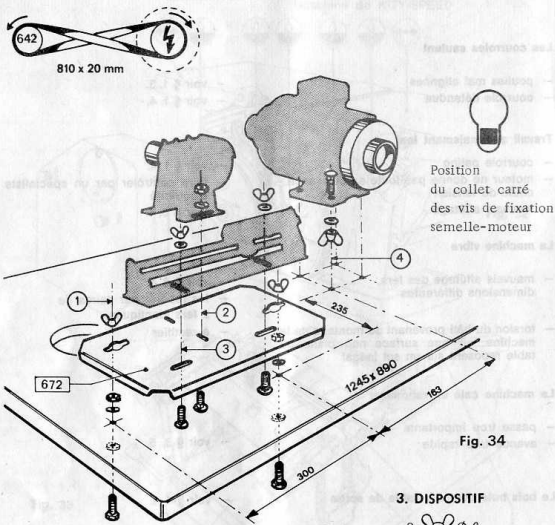

Fig. 34
6.1. Montage de la machine (fig. 34)
Respecter le plan de perçage (fig. 34) et aligner les poulies.
- Courroie crois-e 810 x 20 mm suivant fig. 34